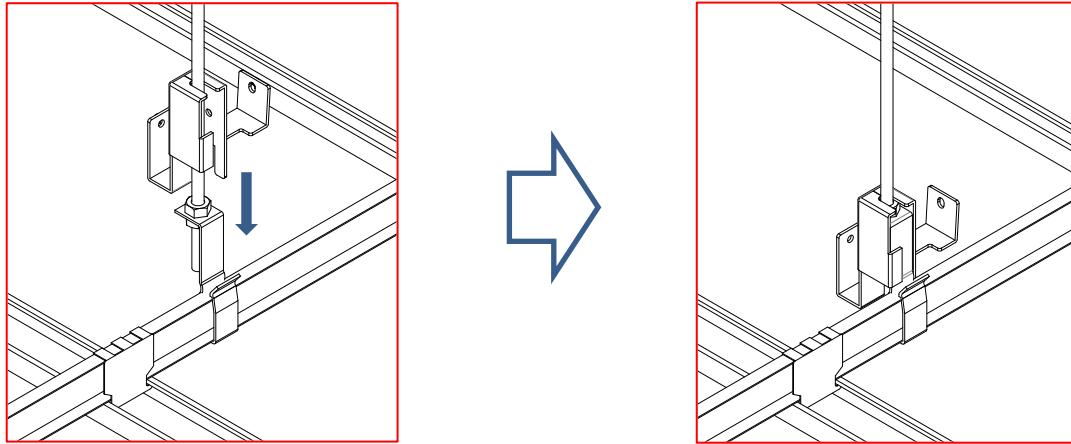

図2・キティウオークのハンガー部分への差し込み
- ・足場板を設置する箇所の吊ボルトハンガー部分、全てにキティウオークを差し込みしてください(図2)。